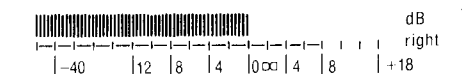

Fig. 17
- A ce moment, vérifier que le segment -40 dB s'obscurisse (luminosité intermédiaire entre pleine luminosité et extinction: voir Fig. 17).